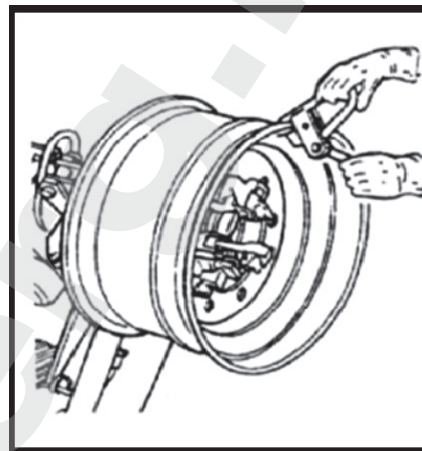

Рис. 18
- (1) Если обод снят с зажимного устройства, установите его обратно, как описано в разделе «Фиксация обода».
- (2) Смажьте оба борта шины и обод специальной смазкой.
- (3) Установите зажим на внешнем крае обода в крайней верхней точке (рис. 18). Убедитесь в том, что зажим правильно и надежно зафиксирован.
- (4) Установите шину на платформу и опустите консоль зажимного устройства (удерживайте фиксаторы в крайней верхней точке), чтобы сначала зацепить борт.
- (5) Поднимите обод с зафиксированным бортом шины и поверните его на 15-20 см против часовой стрелки. Шина будет располагаться под углом.
- (6) Переведите инструментальную консоль в нерабочее положение, установите ее ближе к внутренней части шины.
- (7) Убедитесь в том, что монтажный палец установлен правильно. В противном случае, разверните его на 180°.
- (8) Установите монтажный палец у внешнего края обода на расстоянии 5 мм от него.